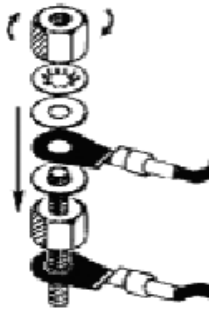

图 4 电缆线接线
5、接线端子如图 4 装入接线螺钉后，压上专用的防松垫圈，再用接线螺母充分拧紧，注意接线端子的相互位置，保证电气间隙 > 8mm。